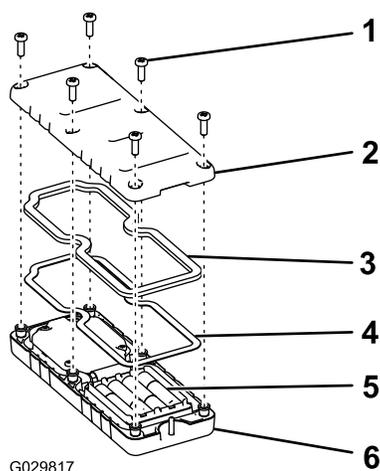

Figura 27
1. Togliete le 6 viti dalla parte posteriore del telecomando e togliete il coperchio (Figura 27).
5. Riposizionate il coperchio e fissatelo con le 6 viti precedentemente rimosse (Figura 27) e serratele a una coppia di 1,5–1,7 N·m.